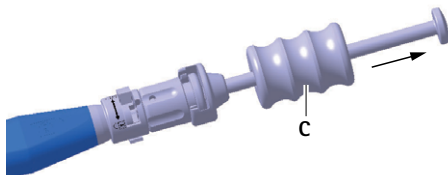

Fig. 6 Estrazione dell'impianto di prova/impianto con il martello
- Estrarre l'impianto di prova **D** con cautela con il martello **C** dalla cella del disco intervertebrale, vedere Fig. 6.
- ▶ Estrarre l'impianto **a** con cautela con il martello **C** dalla cella del disco intervertebrale, vedere Fig. 6.